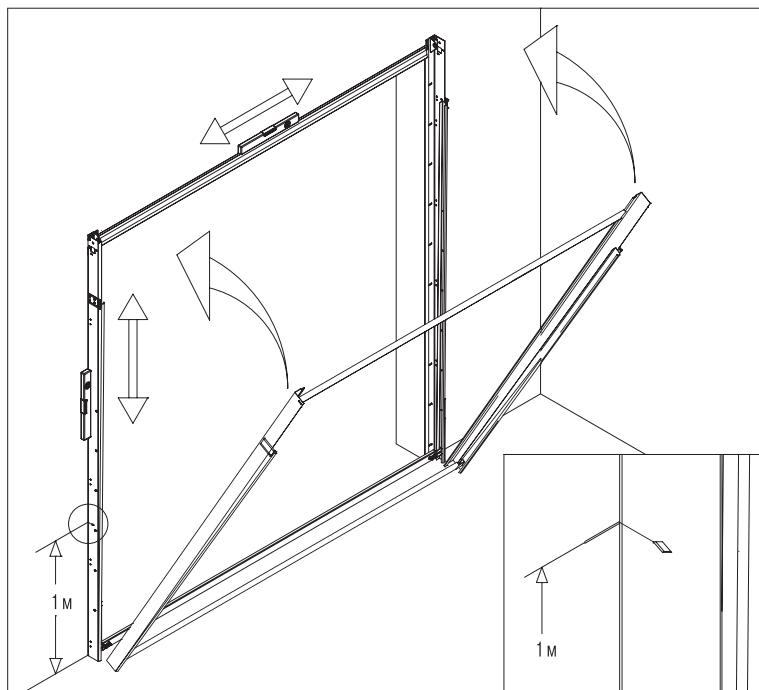

Рис. 8.
- 3) выставить и зафиксировать рамку в вертикальной плоскости, совместив проемки в опорных стойках с метровыми метками на проеме (рис.8);